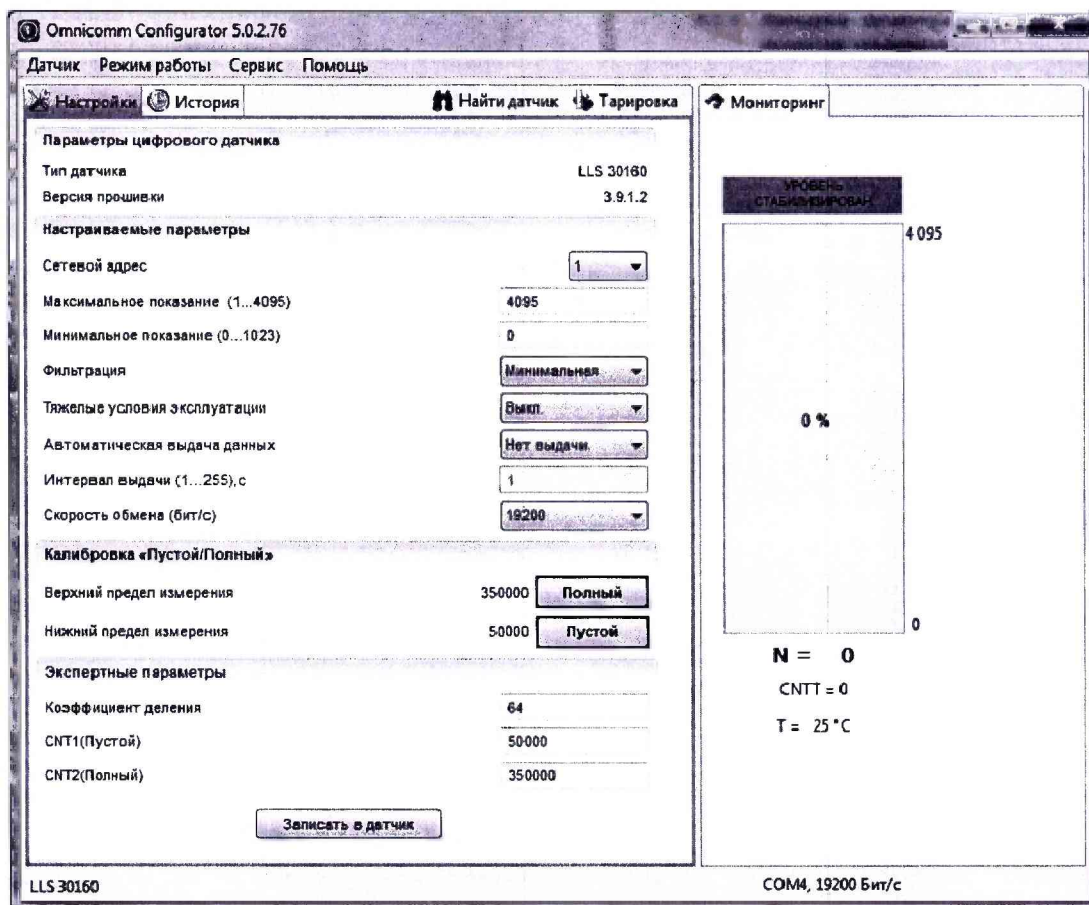

Рисунок 1
3. Запустить программу Omnicomm Configurator. Откроется главное окно программы (Рисунок 1).